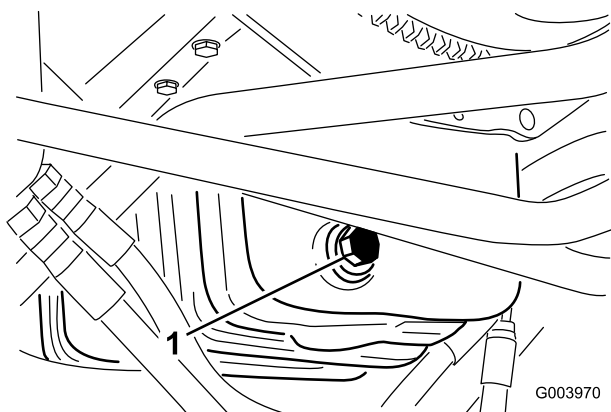

図 54
1. ドレン・プラグ (図 54) を外してオイルを容器に受ける。